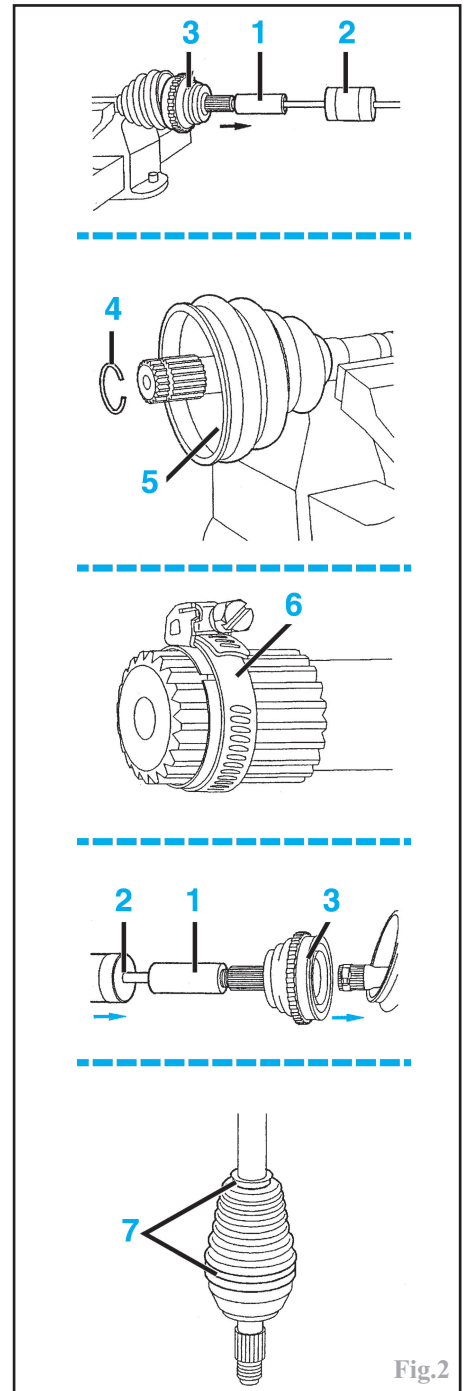

Fig.2
Visser sur la transmission le manchon fileté **Citroën 4083-T (1)** puis sur celui-ci un extracteur à inertie **Citroën 1671-T (2)** (Fig.2).